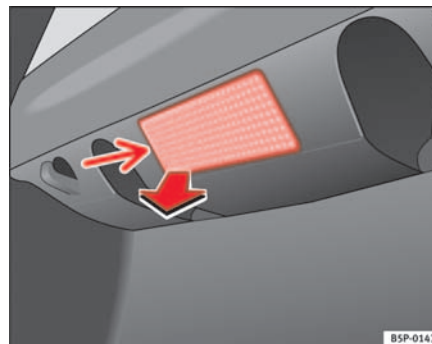

Abb. 192 Gepäckraumbeleuchtung
- Das Lampenglas der Glühlampe durch Druck mit einem Schraubenzieher auf dessen Unterkante -Pfeil- abnehmen ⇒ Abb. 192. ▶